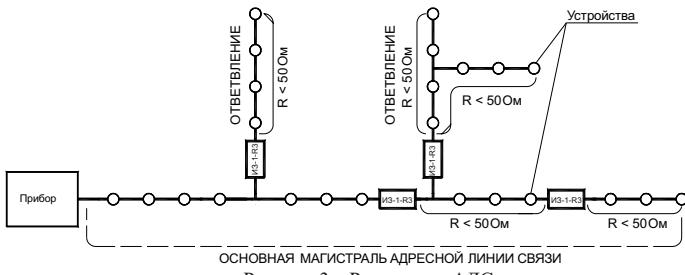

Рисунок 3 – Радиальная АЛС
– разрывать радиальную АЛС (рисунок 3) в месте установки изолятора, ближайшего к точке короткого замыкания. Это локализует участок после изолятора и оставляет работоспособным участок АЛС между прибором и сработавшим изолятором шлейфа;
– радиальной АЛС (рисунок 3);